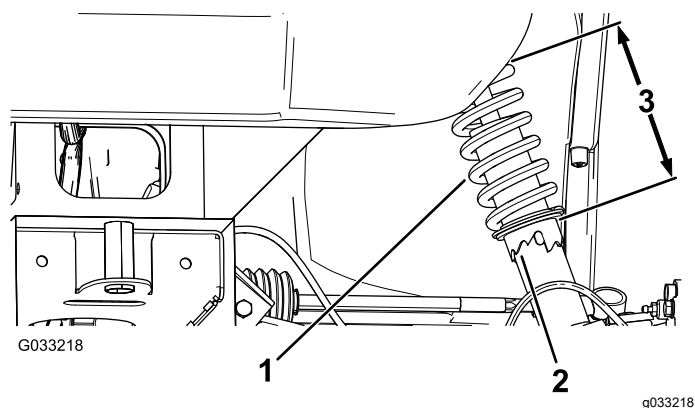

Figura 55
2. Se la campanatura della ruota non è regolata correttamente, usate la chiave fissa per ruotare il collare dell'ammortizzatore per allineare la ruota (Figura 55).